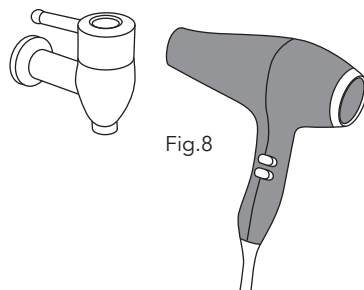

Fig.8
- Plugged tap: if the tap is not emptied properly, it may be necessary to heat it with a hair dryer in order to help the melting of the solidified wax inside. (Fig.8)
- Rubinetto tappato: se il rubinetto non viene svuotato bene potrebbe risultare necessario nella lavorazione successiva riscaldarlo con un asciugacapelli in modo aiutare la fusione della cera solidificata all'interno. (Fig.8)